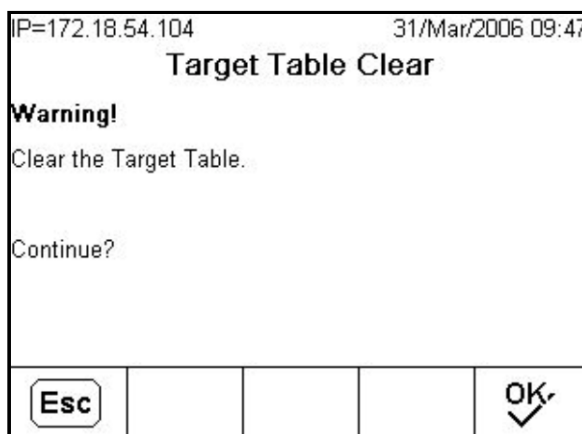

Figure C-28: Écran d'avertissement Clear Target Table
1. Appuyez sur la touche programmable SUPPRIMER  lorsque vous affichez la première page de la configuration du tableau dans Setup et en allant à **Application > Mémoire > Tableau cible**. L'écran est illustré sur la Figure C-28.